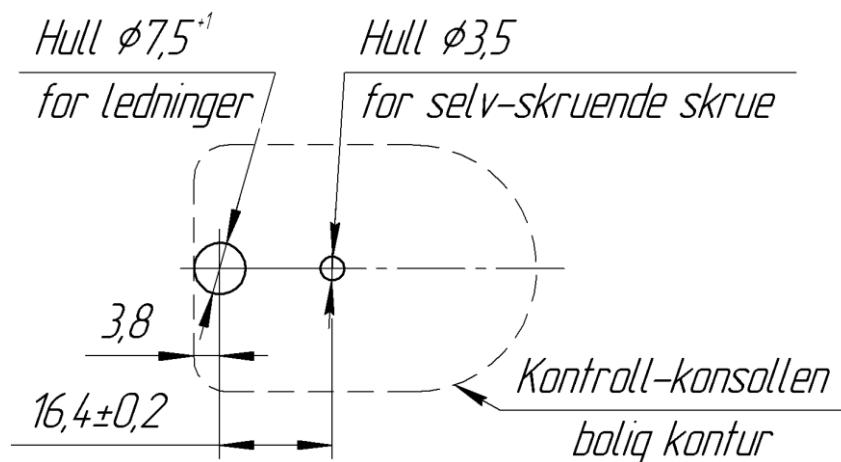

Fig. 1
- Påfør en markering (se. Fig.1) på et underlag for installasjon av kontrollpanel (et hull for en sele og et hull for selvborende skrue).